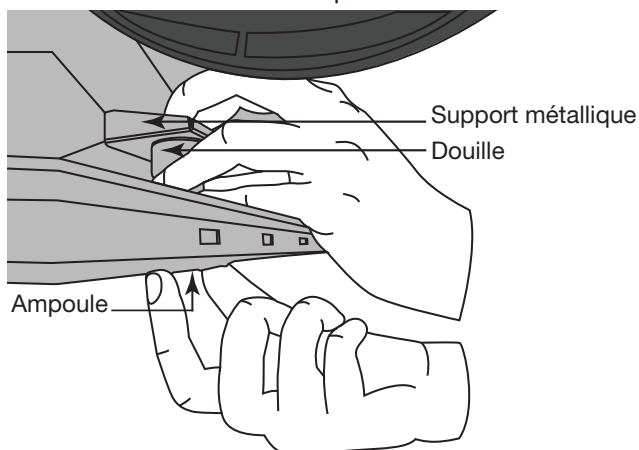

Figure 6
- 2 Enlevez les filtres. Introduisez votre main dans la hotte et placez une main au-dessus du support métallique et avec deux doigts pousser doucement vers le bas sur la zone de prise. (Voir figure 6).
- 3 Afin de ne pas briser accidentellement le verre, placez doucement deux doigts de la main sur la deuxième surface de l'ampoule. (Voir figure 6), tourner doucement le compteur ampoule dans le sens horaire pour desserrer et déverrouiller ampoule de la douille. Une fois déverrouillé l'ampoule devrait sortir librement.